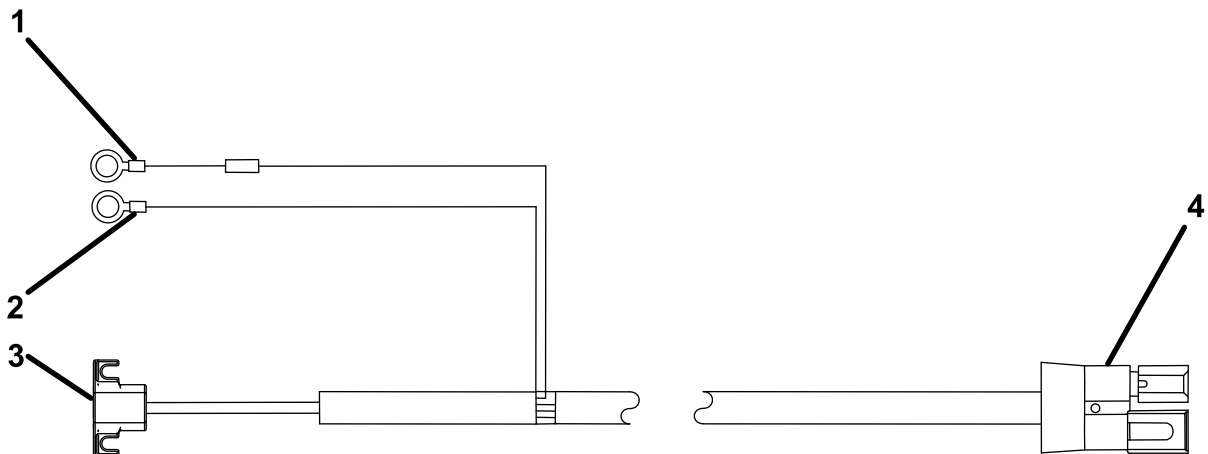

Bild 3
1. Befestigen Sie den Streueranschluss des Kabelbaums (Bild 3) mit einem Kabelbinder an der Mitte der hinteren Stoßstange des Fahrzeugs.
4. Verbinden Sie den schwarzen Ringanschluss im Motorraum mit dem Minuspol (-) der Batterie (Bild 3).
5. Verbinden Sie den roten Ringanschluss im Motorraum mit dem Pluspol (+) der Batterie (Bild 3).